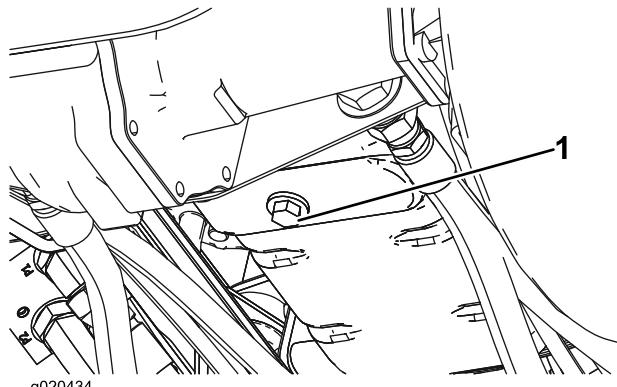

Bild 29
1. Entfernen Sie die Ablassschraube (Bild 29) und lassen Sie das Öl in die Auffangwanne ab. Schrauben Sie die Ablassschraube wieder ein, nachdem das Öl abgelaufen ist.